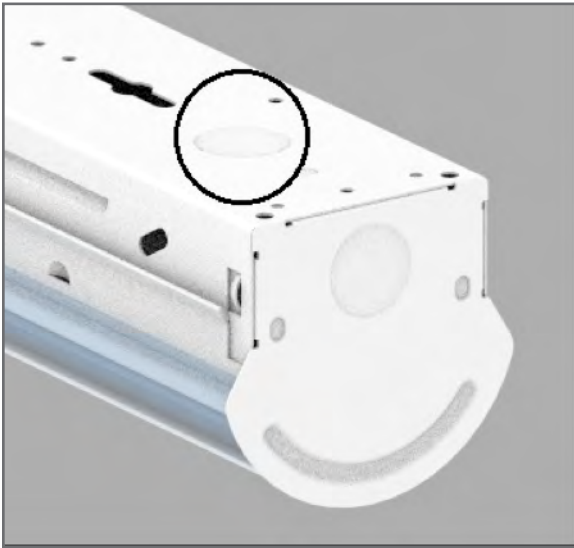

FIGURE 9
3. Retirez les KO de 7/8" po (indiquées encerclées à la Figure 9) à chaque extrémité du boîtier.